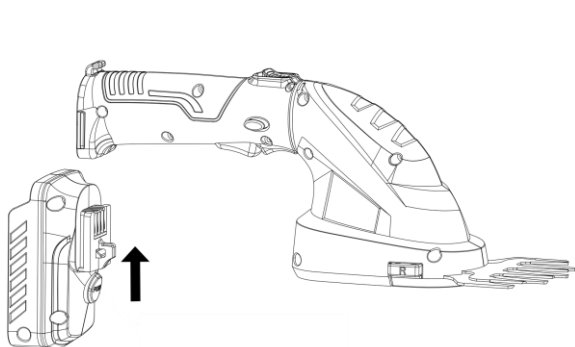

Fig. 2
4.3- Installazione/rimozione dell'adattatore della batteria (9)
- Inserire completamente l'adattatore della batteria nell'utensile elettrico, allineandolo con la fessura di guida, finché non si sente un "clic". Fare riferimento alla Fig. 2 per riferimento.
- Per rimuovere l'adattatore della batteria, premere il pulsante di rilascio dell'adattatore (4) e tirare l'adattatore lontano dall'utensile elettrico.